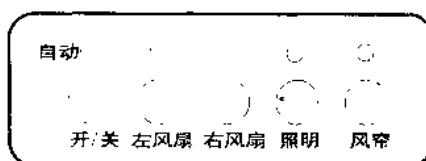

图1 主控操作面板
1. 轻触按键方便可靠 左、右风扇、风帘风扇及照明灯采用独立轻触键控制，与机械开关相比，不会因油烟沾污而接触不良，寿命长且面板易清洁。有些用逻辑电路搭成的控制器不能单独关掉某一风扇或照明灯，而SF200无此限制。主控操作面板如图1所示。